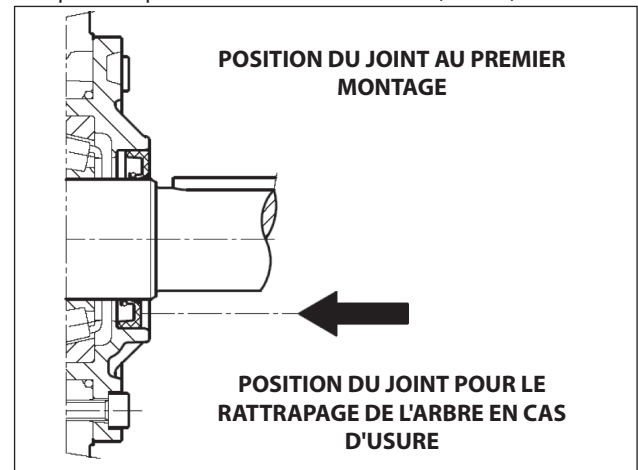

Fig. 7
S'il s'avère nécessaire de remplacer le joint, placer le nouveau en utilisant l'outil approprié (réf. 27904800) comme le montre la Fig. 7.
**Si l'arbre de la pompe présente une usure diamétrale dans la zone de contact avec la lèvre d'étanchéité, afin d'éviter l'opération de rattrapage, il est possible de repositionner le joint en butée avec le couvercle, comme l'indique la Fig. 7.**